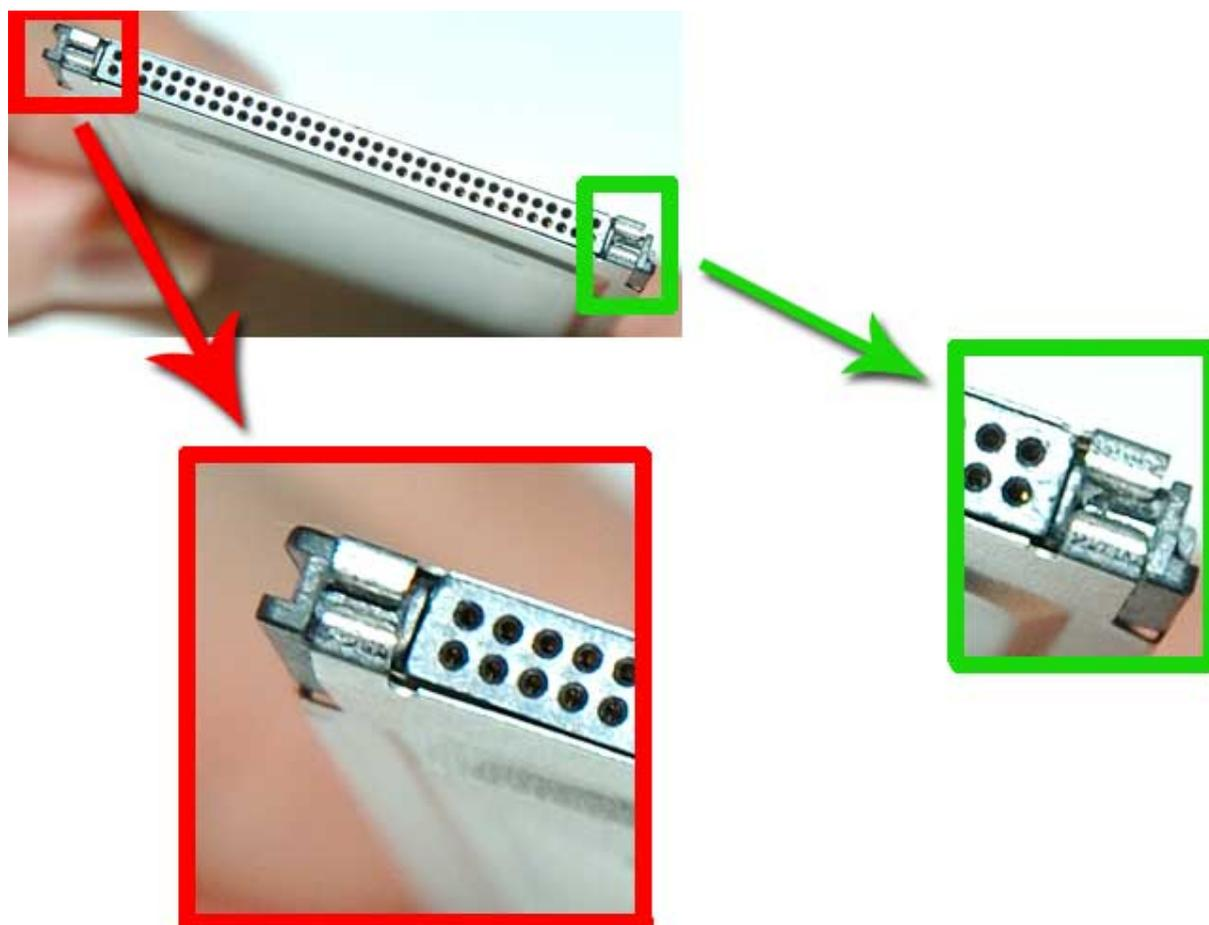

Fig. 42
- Prüfen Sie, dass die Metalabschnitte von dem PCMCIA Anschluss des Cam an dem Plastik angeschlossen sind, wie auf dem Bild 42 ersichtlich sind: